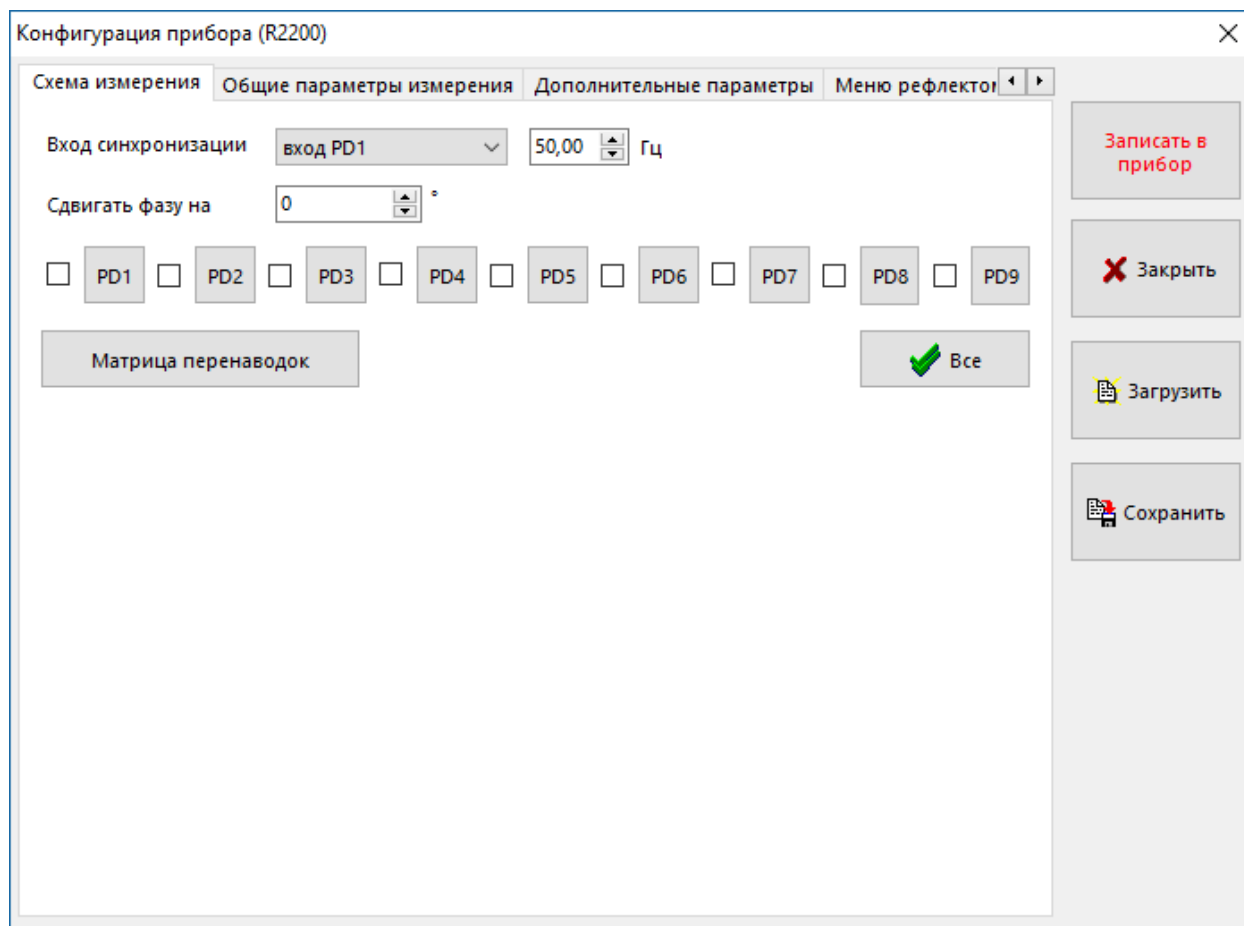

Рисунок 4.2 Просмотр и редактирование конфигурации прибора в СКИ
4. Нажмите правую кнопку мыши на объекте «R2200» и выберите «Импорт конфигурации» из меню прибора (Рис 4.1.). Программа скачает конфигурацию и запустит окно редактирования (Рис. 4.2.);
В окне «Конфигурация прибора» (Рис. 4.2.) параметры разбиты на четыре вкладки: